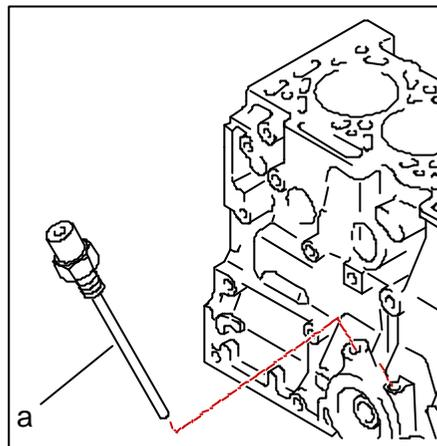

Fig. 2
- ⇨ *Remplacer la sonde de la jauge électrique par l'embout fileté (Rep. a - Fig 2) fourni.*